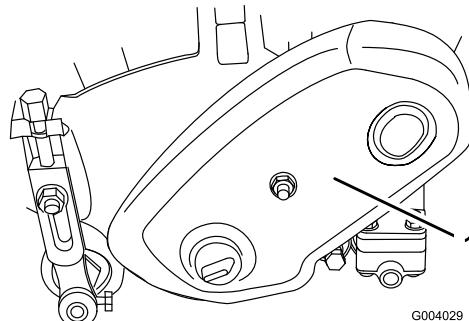

Figura 33
1. Retire las fijaciones de la cubierta de la correa y la cubierta para tener acceso a la correa (Figura 33).